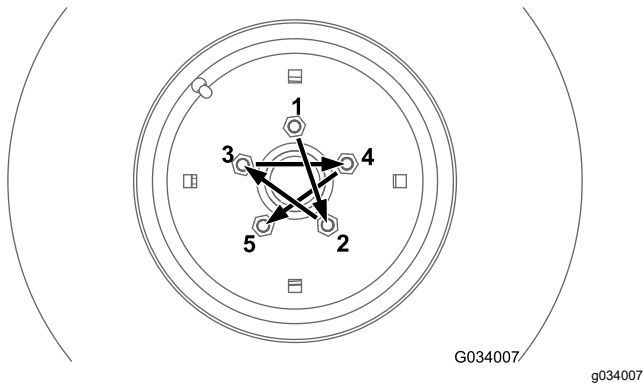
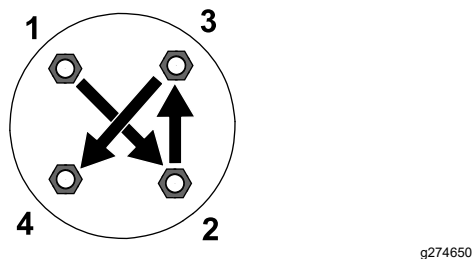

Figura 69
Figura 70
Apriete las tuercas de las ruedas delanteras y traseras (máquinas con tracción a 4 ruedas solamente) al par especificado siguiendo el patrón ilustrado en la Figura 69 y la Figura 70.
- Ruedas delanteras: consulte Figura 69
- Ruedas traseras (máquinas con tracción a 4 ruedas solamente): consulte Figura 70